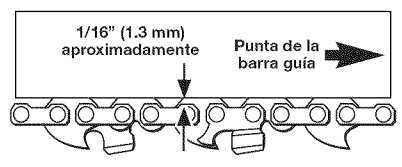

Fig. 33
- **Ajustar la tensión de la cadena caliente** - durante la operación normal, la temperatura de la cadena aumentará. Los dientes articulados de una cadena caliente que esté correctamente regulada tendrán una holgura en la ranura de la guía de aproximadamente 1/16 de pulgada (1.3 mm) (Fig. 33).